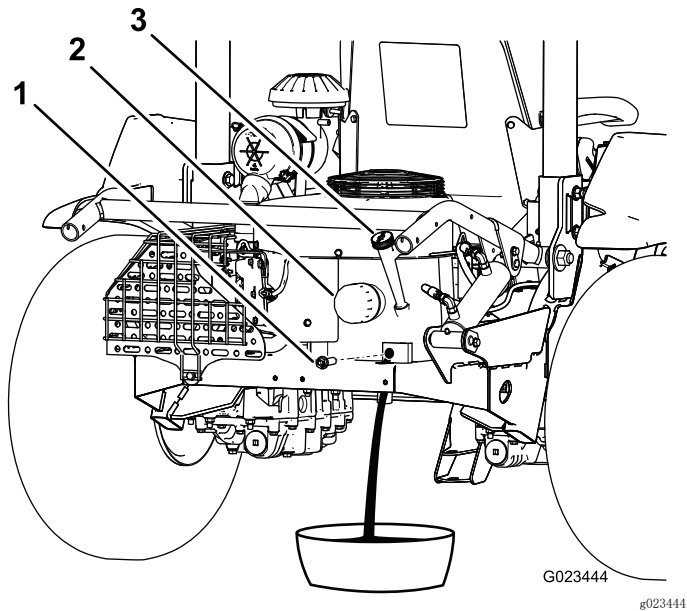

图39
3. 拆下排油塞（图39），让油流入适当的容器中。油不再流时，安装排油塞。